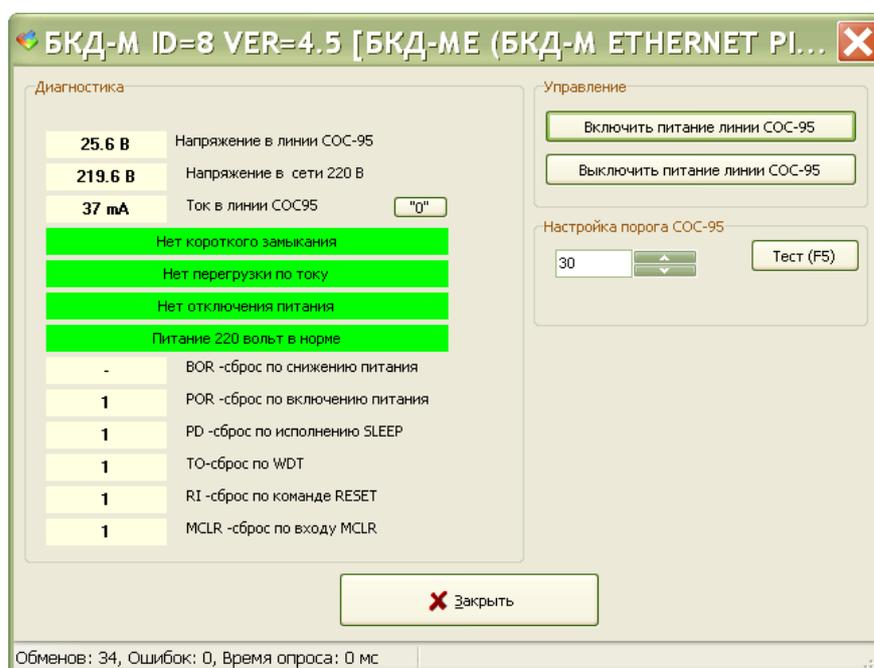

Рисунок 35
- 4) Выбрать найденный блок в таблице устройств и нажать кнопку «Тест». Откроется окно с параметрами блока (рисунок 35).